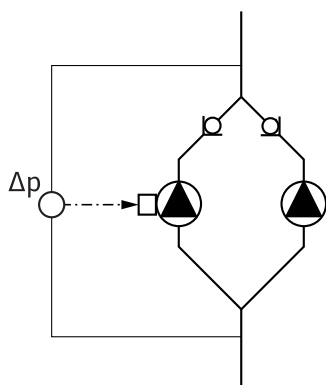

Fig. 13: Eksempel, tilkobling differensialtrykktransmitter
- I eksemplet i fig. 13 er masterpumpen den venstre pumpen i strømningsretningen. Koble differensialtrykktransmitteren til denne pumpen. Målepunktene til differensialtrykktransmitteren på masterpumpen må – i respektivt samlerør – ligge på suge- og trykksiden til dobbeltpumpeanlegget (fig. 13).